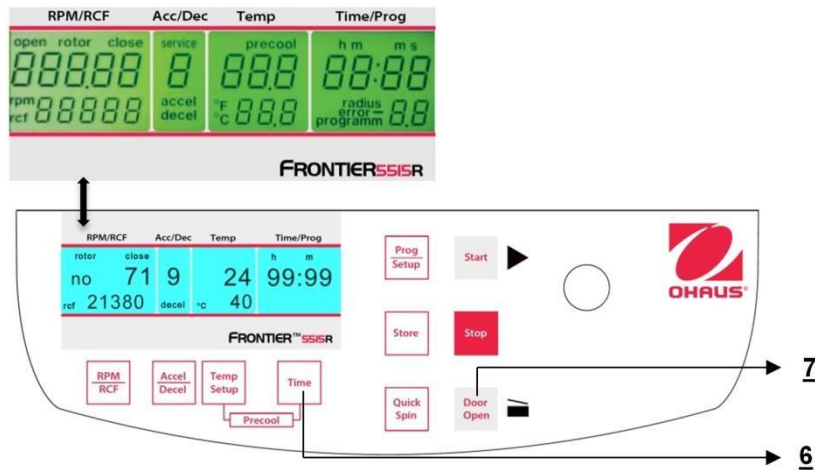

Figure. 30
La centrifugeuse étant hors tension, appuyer simultanément sur les touches "Time"(6) et "Door Open" (7), et mettre la centrifugeuse sous tension avec le commutateur principal. Relâcher les deux touches ; il en résultera l'exécution d'un test de l'affichage pendant environ 5 secondes. Tous les indicateurs apparaîtront simultanément (voir la figure 30).